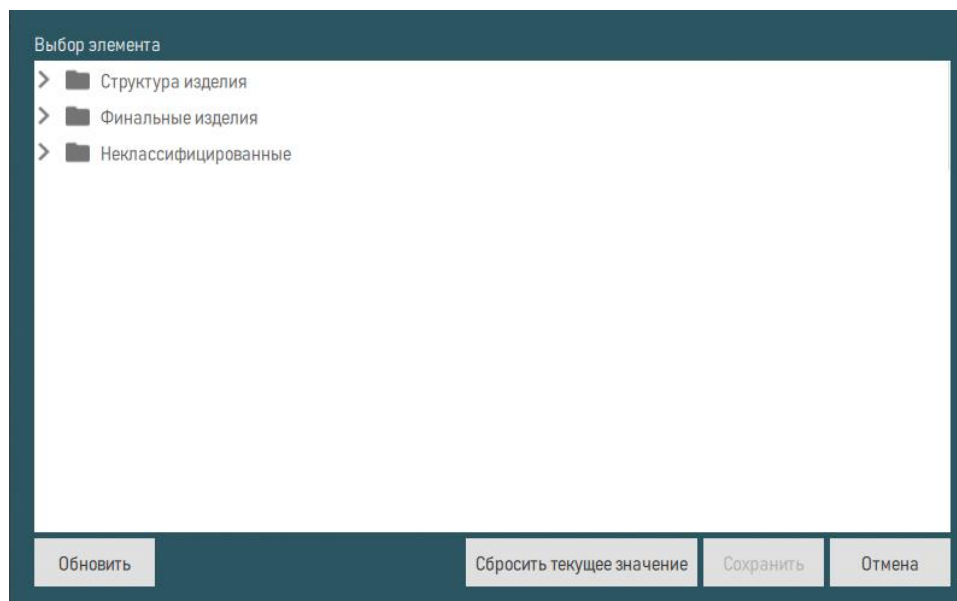

Рисунок 230 – Выбрать отказывающий элемент из дерева структуры изделия
15) Выбрать отказывающий элемент из дерева структуры изделия (рисунок 230). Конструктивный отказ может быть связан с одним отказавшим компонентом в структуре изделия.